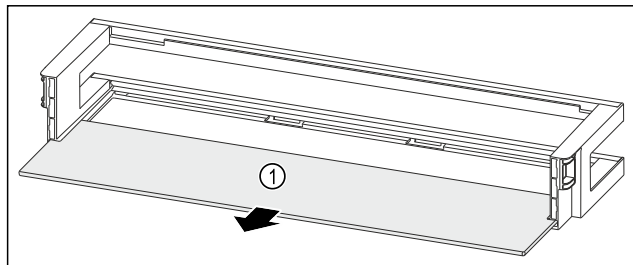

Fig. 116 Deurrek met draagplateau
- Draagplateau Fig. 116 (1) verwijderen.